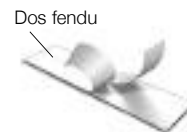

Figure 6
- 4 Retirez le dos de l'étiquette pour exposer l'adhésif puis collez l'étiquette. Voir la Figure 6.